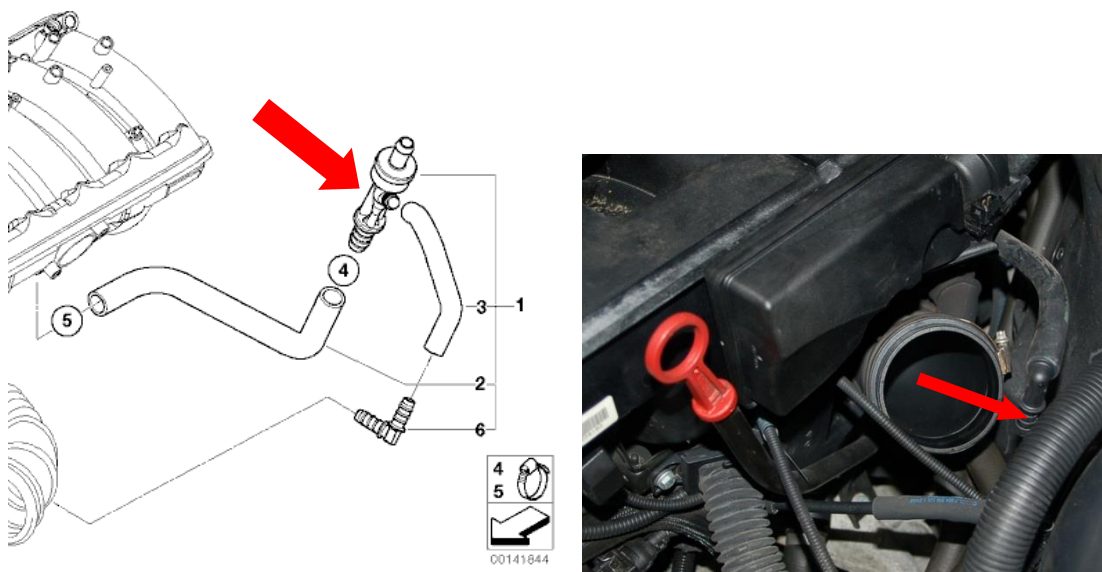

Abbildung 27
14. Den Riemen auflegen. Dabei auf die richtige Riemenführung achten (Abb. 27).
Hinweis zum Riemenspanner: Der Spannweg der Spannrolle muss bei aufgelegtem Riemen noch $\frac{1}{3}$ des Gesamtwegs betragen (Abb. 27 rechts).